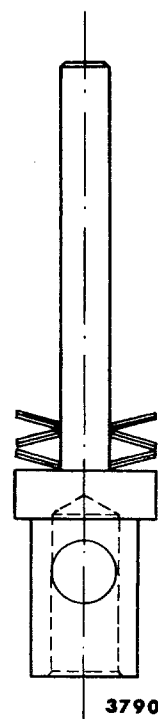

Fig 14-59. Brickfjädrarnas montering
3. Montera fjäderelementet som är 27 till antalet och vardera består av två brickor. Fjäderelementen travas växelvis enligt fig 14-59.